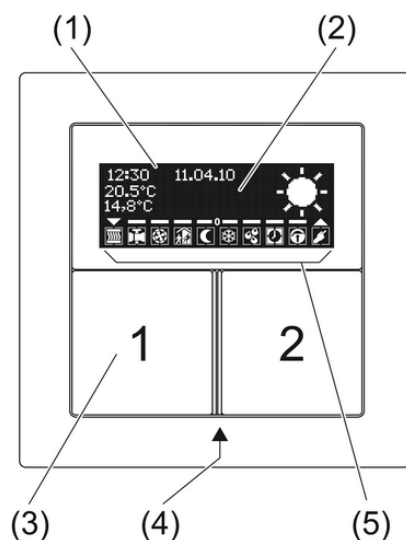

Рисунок 1
- Открыть: одновременно нажать кнопки **1** и **2** вверху (рисунок 1).